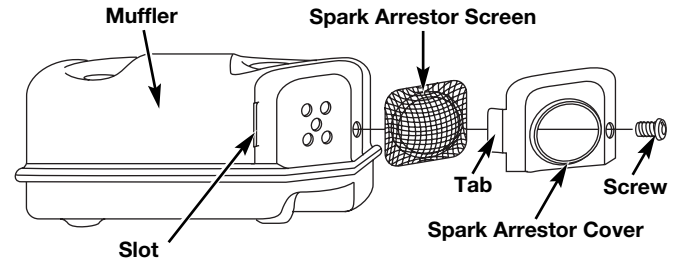

Fig. 40
- Retirez la vis retenant le couvercle du pare-étincelles au silencieux à l'aide d'un tournevis à lame plate ou à mèche no. T-20 Torx (Fig. 40).